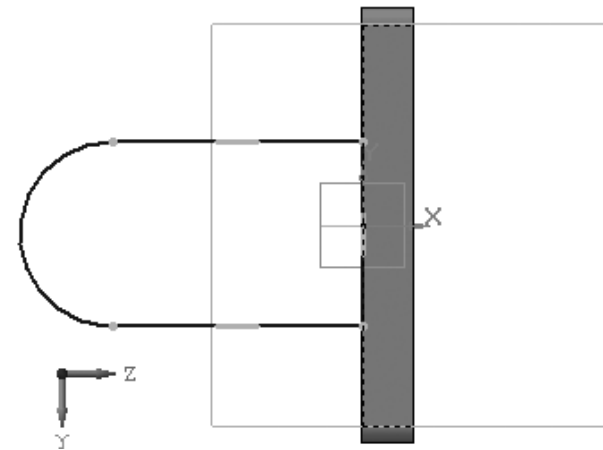

Рис. 3.54. Внешний контур эскиза основания проушины
- щелкайте последовательно по удаляемым частям окружности и прямоугольника. Получим искомый внешний контур эскиза основания проушины (рис. 3.54).